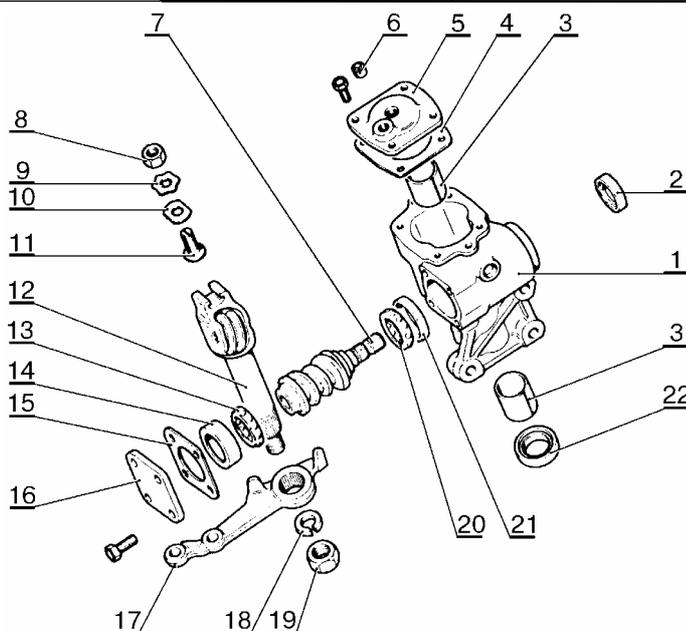
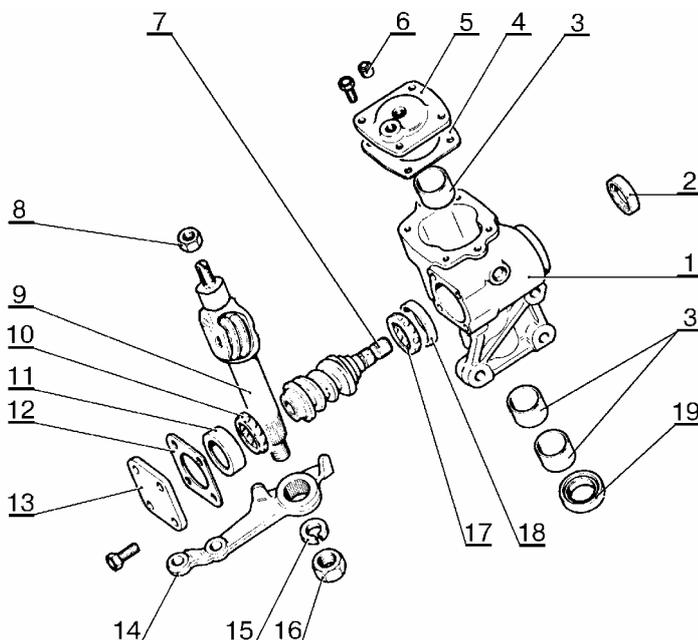

Рис.19. Сборка рулевого механизма 2101/05/21/213-3400010:
Рис.20. Сборка рулевого механизма 2123-3400012:
- установить картер 1, рис.19 и рис.20, рулевого механизма на приспособление А.74076 (ключи гаечные 17 – 2 шт.);
- запрессовать в картер втулки 3, рис.19, вала сошки на глубину 1,5 мм от торцев картера, как показано на рисунке 7. Глубина запрессовки обеспечивается технологически (оправка А.74105, молоток).
- запрессовать в гнезда картера сальники 2 и 22, рис.19 (оправка 67.7853-9541, молоток);
<p>жидкая прокладка КЛТ-75 ТМ ТУ 38.403-733-91 – норма расхода 5 грамм, головка сменная 13, вороток или гайковерт типа ИП-3111).</p> <p>ПРИМЕЧАНИЕ. Перед сборкой на резьбовую часть болтов крепления верхней крышки нанести герметик УГ-6.</p> <ul style="list-style-type: none"> - установить на вал сошки сошку 17, пружинную шайбу 18 и завернуть, не затягивая, гайку 19 крепления сошки (головка сменная 30 и вороток); - вращая вал червяка, установить сошку ориентировочно в середине хода, установить нулевой зазор в зацеплении "червяк - ролик" при помощи регулировочного винта. При нулевом зазоре стрелка индикатора, опертого на боковую поверхность сошки, должна отклоняться одновременно с началом вращения вала червяка в ту или в другую сторону (головка А.95697/5, вороток, отвертка плоская, штатив ШМ-II В-8, индикатор ИЧ-10); - установить на регулировочный винт стопорную шайбу 9 и затянуть контргайку 8 (отвертка плоская, ключ гаечный 19); - проверить момент вращения вала червяка. Момент вращения должен быть не более (100...120) Н.см [(10...12) кгс.см] в пределах угла поворота вала червяка не менее 30° от среднего положения вправо и влево и не более 75 Н.см (7,5 кгс.см) в остальной зоне угла поворота до упора сошки (головка А.95697/5, динамометр 02.7812-9501). <p>При величине момента вращения более указанной повторить регулировку зазора в зацеплении "червяк - ролик". Если регулировка зазора не позволяет достичь требуемой величины момента вращения, разобрать механизм, выяснить и устранить причины, влекущие к превышению момента вращения.</p> <ul style="list-style-type: none"> - затянуть гайку 19 крепления сошки. Момент затяжки гайки (205...250) Н.м [(20,5...25,0) кгс.м] (головка сменная 30, ключ динамометрический типа 02.7812-4004); - залить в картер рулевого механизма масло согласно Приложению 1 "Норм расхода основных и вспомогательных материалов для технического обслуживания и ремонта автомобилей ВАЗ", завернуть пробку и снять рулевой механизм с приспособления (масло трансмиссионное, установка типа "Аурас" для заправки маслом, ключ гаечный 8, ключи гаечные 17 – 2 шт.). Объем заливаемого масла согласно Приложению 2 "Норм расхода основных и вспомогательных материалов для технического обслуживания и ремонта автомобилей ВАЗ". <p>Для рулевого механизма 2123-3400012:</p> <ul style="list-style-type: none"> - запрессовать в картер роликовые подшипники 20, рис.20, на глубину 1,5 мм от торцев картера, как показано на рисунке 8 (оправка технологическая, молоток); - запрессовать в гнезда картера сальники 2 и 19 (оправка 67.7853-9541, молоток); - запрессовать в картер верхнее наружное кольцо 18 опорного подшипника (оправка А.74186, молоток); - установить сепараторы 17 и 10 подшипников на вал червяка и вал червяка 7 в картер рулевого управления; - запрессовать в картер нижнее наружное кольцо 11 опорного подшипника (оправка 67.7853-9541, молоток); - нанести на плоскости разъема картера и нижней крышки герметик ТБ 1215 или жидкую прокладку КЛТ-75 ТМ, установить на картер регулировочные прокладки 12 и нижнюю
- запрессовать заподлицо роликовый подшипник 3, рис.20 в верхнюю крышку картера рулевого механизма (оправка технологическая);